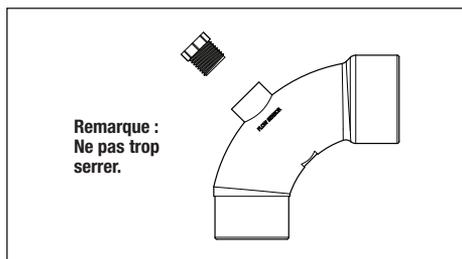

Figure 7. Coude élargi
- Le modèle de filtre CV est livré avec un coude élané Jandy prévu à cet effet. Le coude élané comprend également un orifice fileté et un bouchon de manière à ce qu'un boyau d'arrosage de 1/2 po puisse être raccordé pour les tests de pression. Voir la Figure 7.